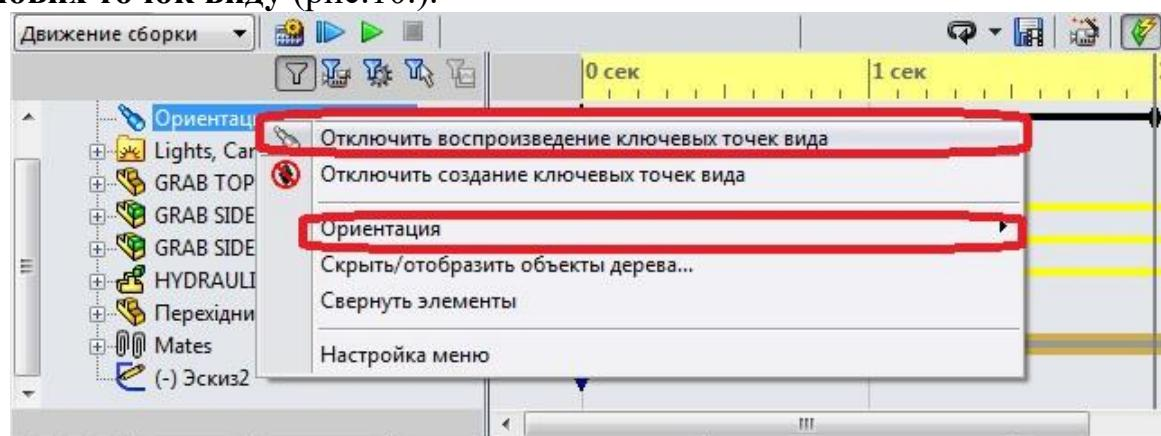

Рис. 10. Відключення відтворення ключових точок виду.
3.5.1. У дереві Motionmanager клацніть правою кнопкою миші параметр **Орієнтація й види камер** і виберіть **Відключити відтворення ключових точок виду** (рис.10.).